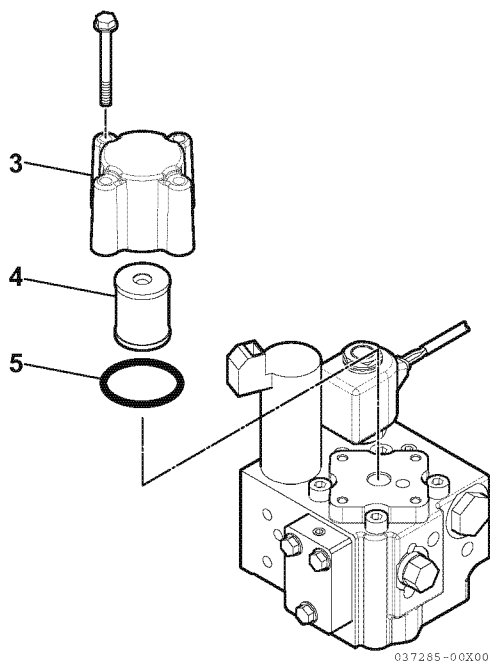

Figura 5
2. Quite la caja del filtro (3, **Figura 5**).
3. Quite el filtro (4, **Figura 5**).
4. Quite y cambie la junta tórica (5, **Figura 5**).